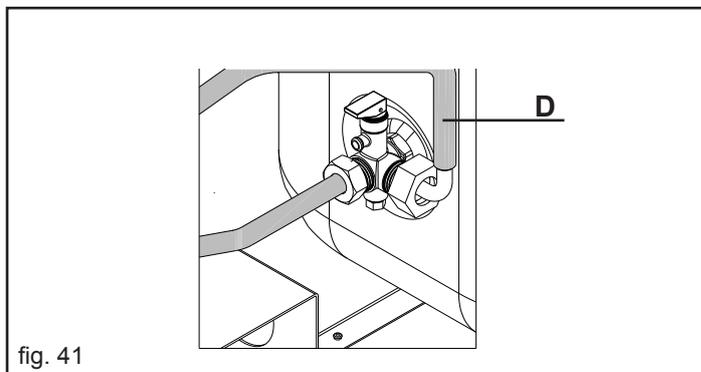

fig. 41
- Collegare l'altra estremità della rampa alla valvola di sicurezza bollitore (D - fig. 41)